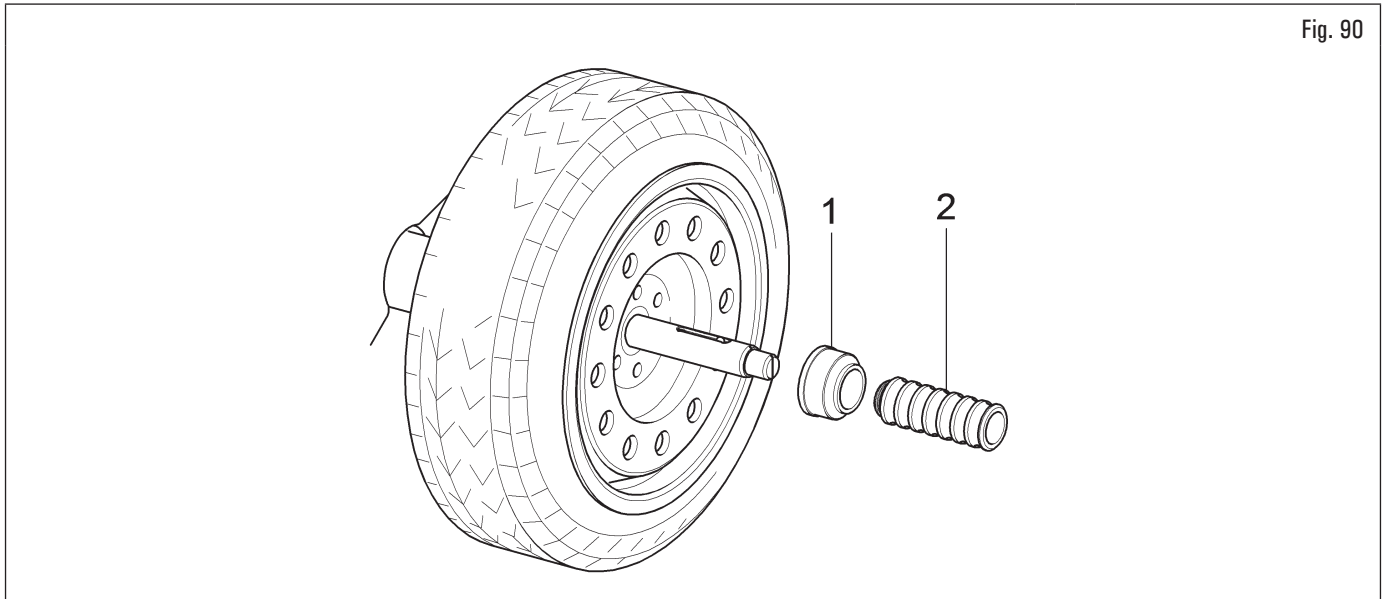

Fig. 90
5. introduire la coupe de protection (Fig. 90 réf. 1) dans le manchon de blocage (Fig. 90 réf. 2) et porter tout contre la roue ;